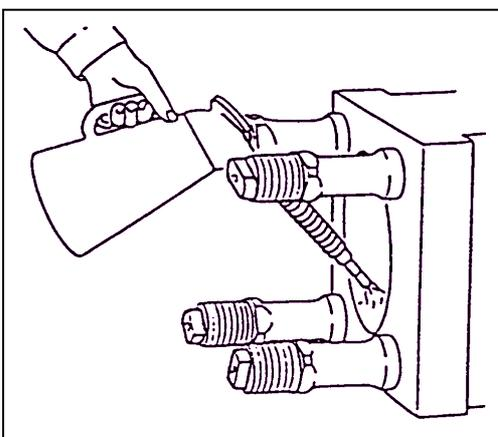

Fig.12
13. Coloque óleo novo (como mostra a Fig.12) no interior do casquilho do cilindro(A).